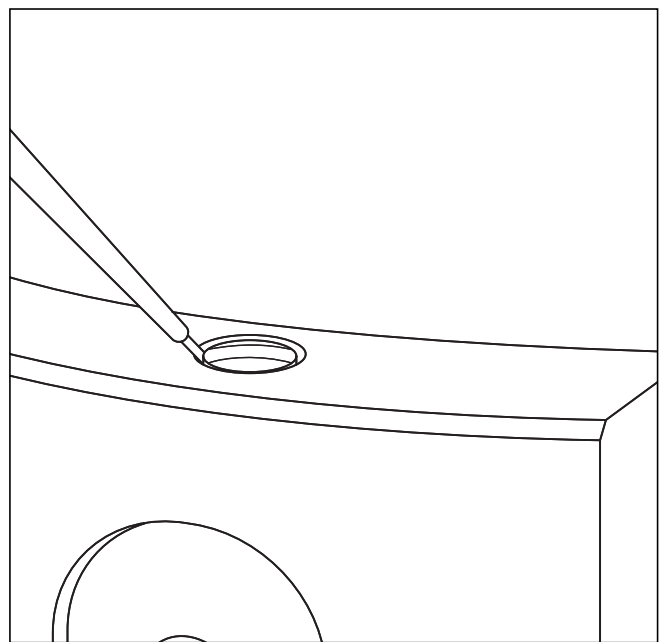

Abb. 7.7 Entfernen der Kappe
- Entriegeln Sie zum Entfernen der E-Box die schwarze Kappe (siehe Abb. 7.7) mit einem Schraubendreher und nehmen Sie sie heraus.